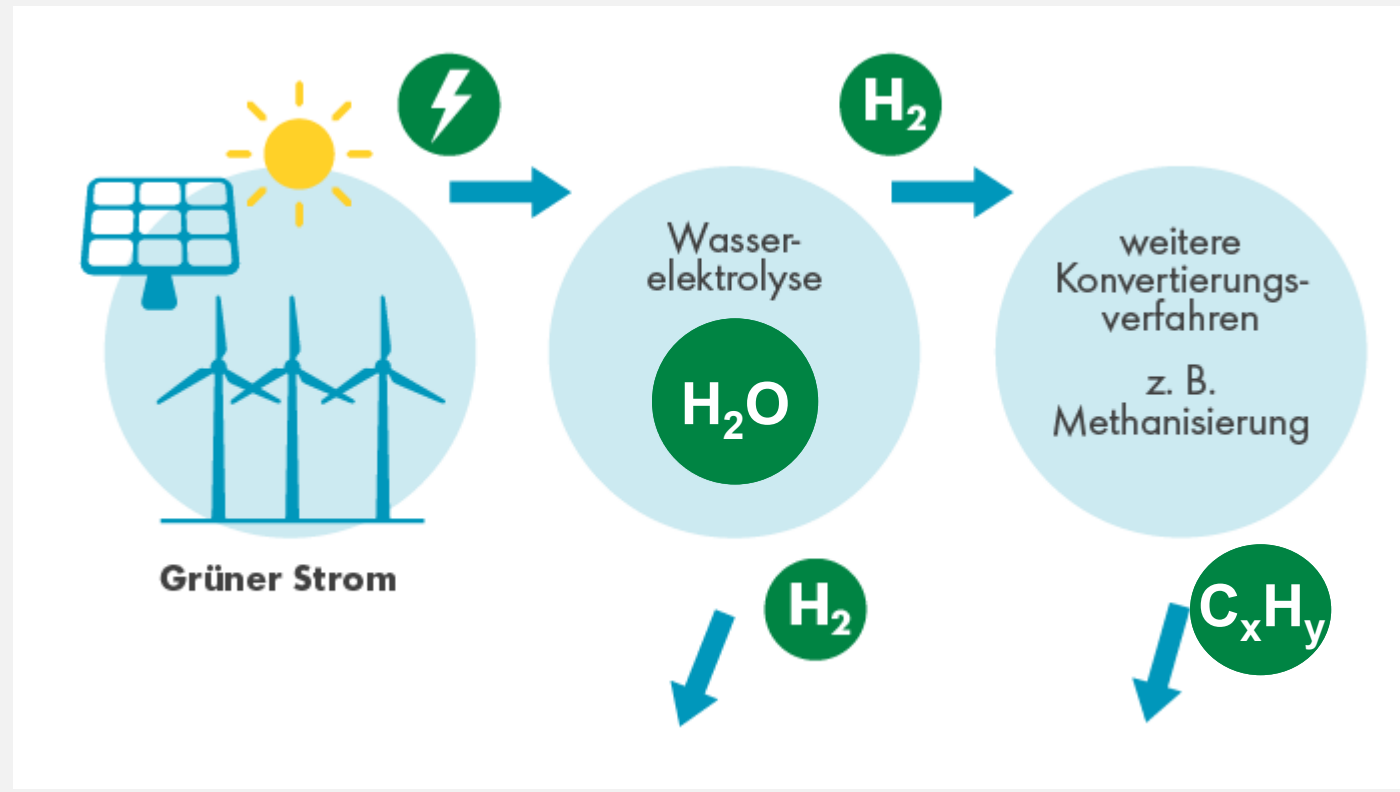

Abb. 1 Potential von grünem Wasserstoff [1]
- Darstellung durch Elektrolyse von Wasser (Abb.1).